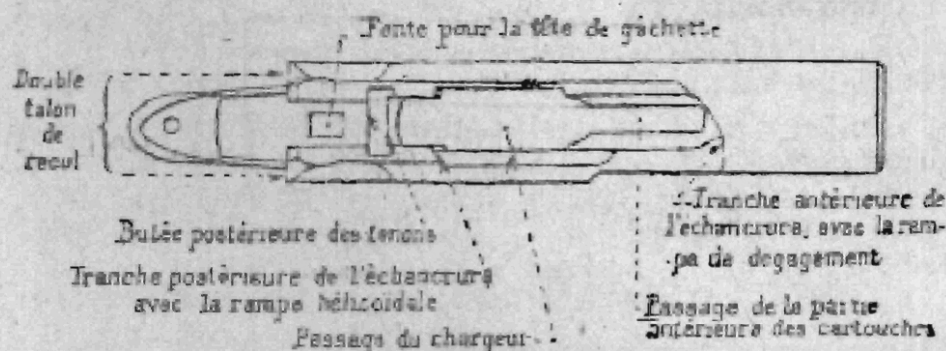

Fig. 4. — Boîte de culasse. (Vue en dessus.)
9. **Partie supérieure** (fig. 4 et 5) : l'*écrou* dans lequel se visse le bouton fileté du canon; les *épaulements d'appui* des tenons de la culasse mobile; la *tranche antérieure de l'échancrure*, avec la *rampe de dégagement*; les *deux rainures latérales*, pour le passage des tenons; l'*entaille* pour le passage
10. *Partie inférieure (fig. 4 et 5) : le logement de la partie supérieure du support de mécanisme; le passage du chargeur et de la partie antérieure des cartouches, la chape d'as-*